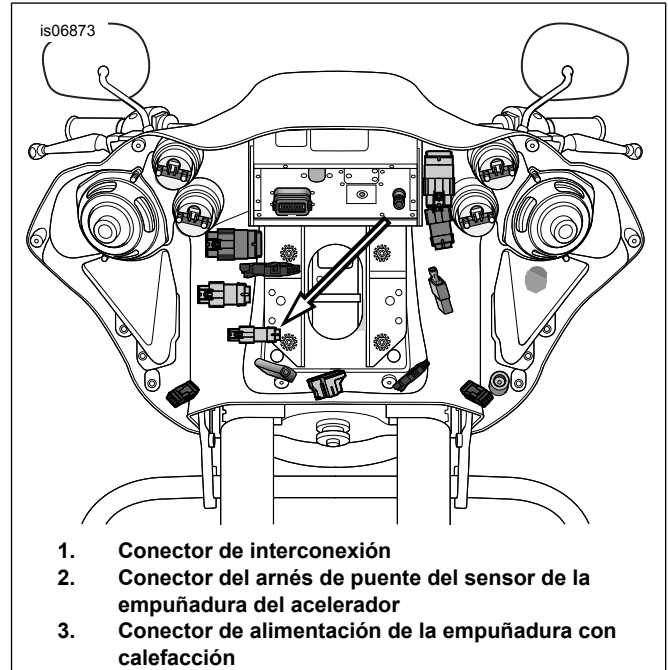

Figura 7. Conector del arnés de puente del sensor de la empuñadura del acelerador (Modelos FLTR)
- 4. > Vea la Figura 7. Conecte la mitad del conector del TGS de la empuñadura derecha a la mitad del conector del arnés.